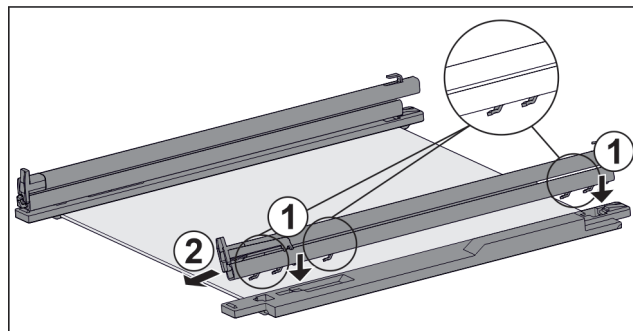

Fig. 100 Стеклопанель с направляющими и крепежными элементами
- ▶ Поместите крючки направляющей в отверстия **левого** крепежного элемента. Fig. 100 (1)
- ▶ Потяните направляющую вперед. Fig. 100 (2)
- ▶ Поместите крючки направляющей в отверстия **правого** крепежного элемента. Fig. 100 (1)